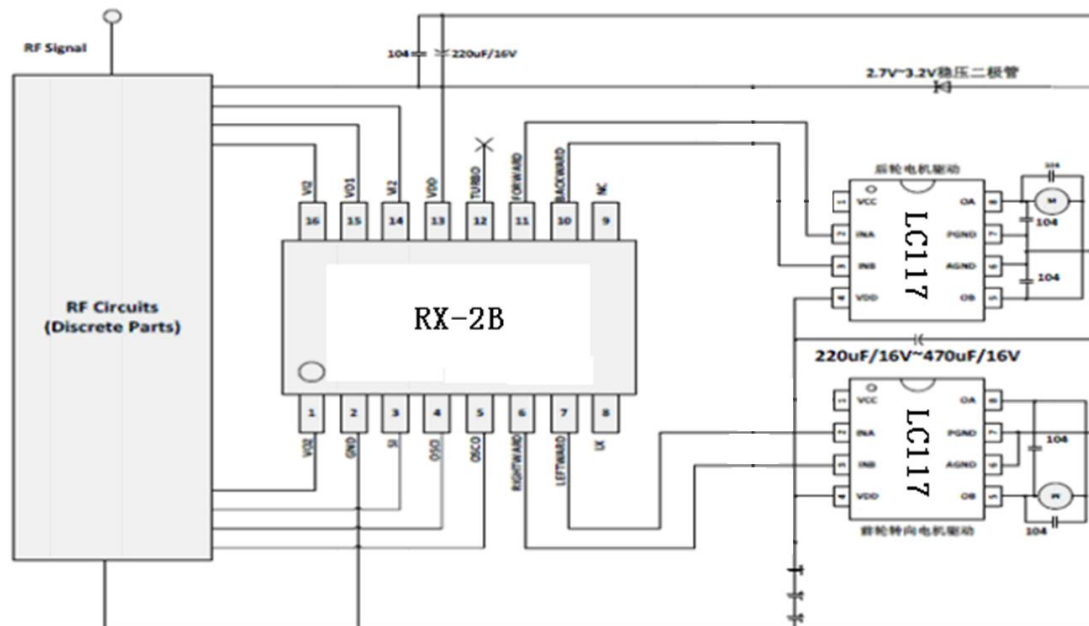

图 2 所示四节电池遥控玩具车应用电路图，该应用方案采用 2 颗 LC117A，RX-2B 电源端 (VDD) 需要连接一个对地 220uF/16V 的电解电容和一个 104 瓷片电容。
- 5、前轮转向电机电流较小，产生的尖峰电压较后轮电机小，但由于电源电压较高，仍然可能造成电路损伤，建议在输出端OA与OB处就近跨接一个104电容，或按后轮电机的接法。如图2所示。
- 6、三节电池可根据实际情况确定是否接前轮转向电机的电容，但后轮驱动建议按图2所示方法连接。